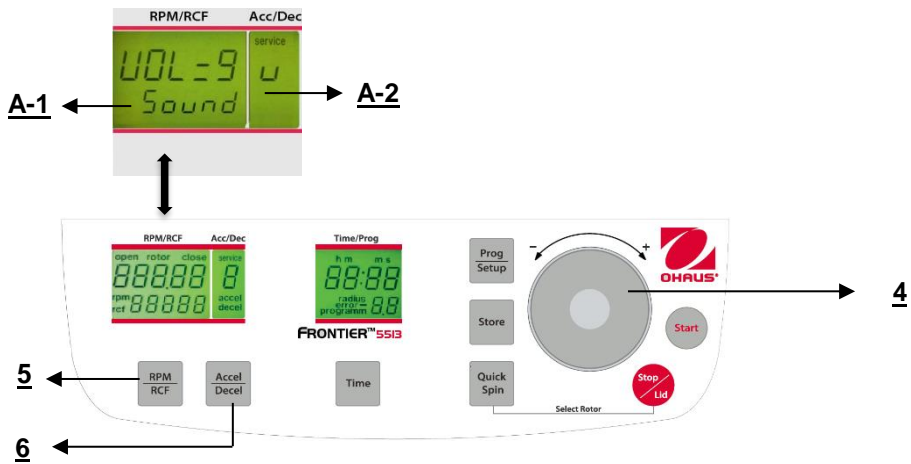

Figura. 31
Procedere come descritto al punto 4.1.2 per inserire questa modalità programma e poi premere il tasto "Accel/Decel" (6). Sul display "Acc/Dec" (A-2) lampeggia la parola "Service". Selezionare adesso la lettera "U" con la quadrante di regolazione (4). Di conseguenza, sul display "RPM/RCF" (A-1), appaiono le parole "Vol=0- 9/Sound". Dopo aver premuto il tasto "RPM/RCF" (5), è possibile regolare il volume desiderato fra 0 (basso) e 9 (alto) con la quadrante di regolazione (4) (Vedere figura 31). Dopo che si sono salvate le impostazioni (Vedere 4.1.2) ritornare nuovamente alla modalità normale disconnettendo la centrifuga per un breve tempo.